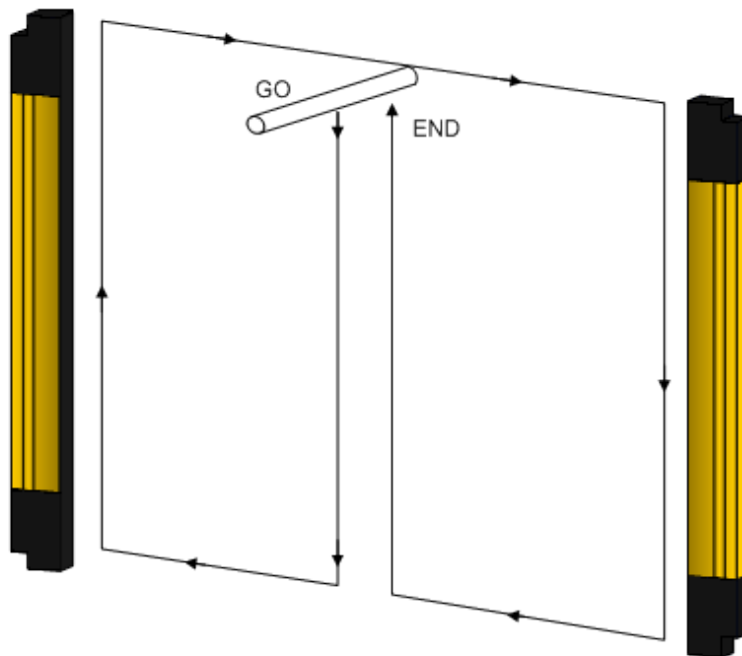

Abb. 16 – Führungsweg des Testobjektes
- Die Strahlen auf dem gesamten Schutzfeldbereich werden mit einem der Auflösung entsprechenden Testobjekt (Prüfstab) (TP-30), gemäß dem Schema auf Abb. 16 unterbrochen.